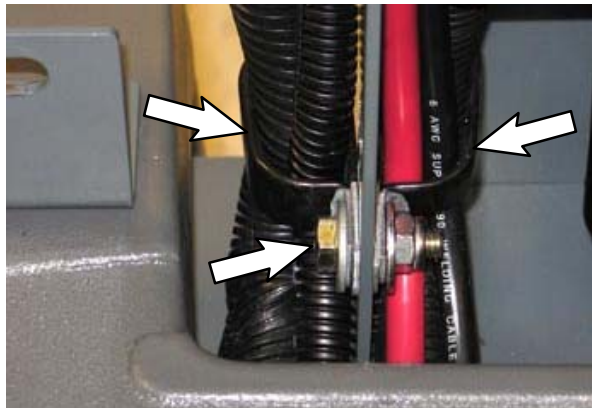

FIG. 22
24. Déposez la visserie des deux serre-câbles inférieurs situés sur le profilé de montage de direction. Laissez les serre-câbles desserrés sur le faisceau de câbles. (Figure 22)
NOTE : Si nécessaire, déposez le serre-câble supérieur situé au-dessus du collier sur la Figure 22 afin de desserrer le faisceau de câbles principal du profilé de montage de direction.